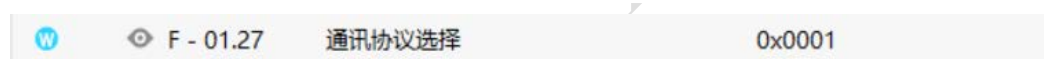

图 2.1 修改后通讯协议参数
• 方式 1：“HopeInsight”后台 → 单击【F-01.27 通讯协议选择】 → 单击该参数的值部分 → 手动输入值为【1】。即可完成修改，自动生成如图 2.1 所示的【0x0001】。